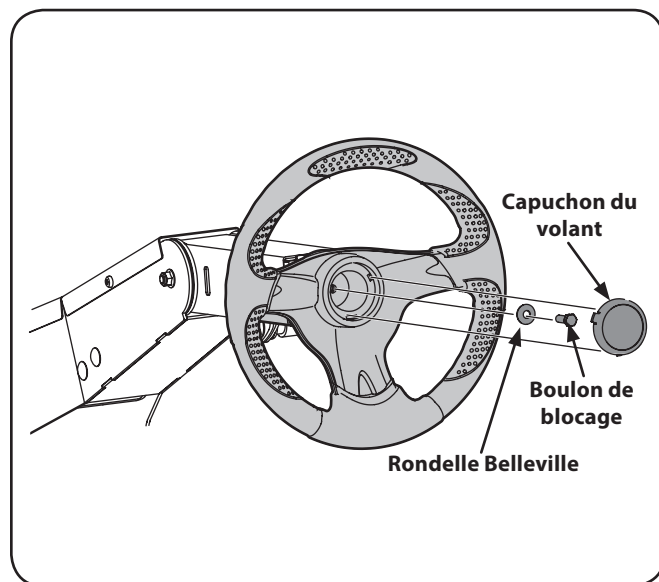

Figure 3-9
3. Installez la rondelle Belleville sur le volant de direction, puis insérez le boulon de blocage. Voir Figure 3-9.